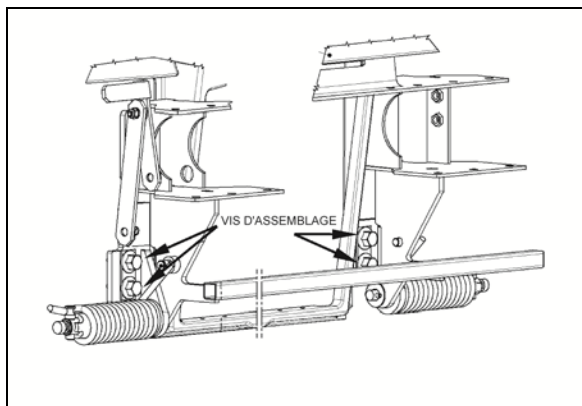

FIGURE 10: ENLÈVEMENT DU PARE-CHOC AVANT
2. Enlever les quatre vis d'assemblage qui fixent le pare-chocs au véhicule et retirer le pare-chocs (Figure 10).